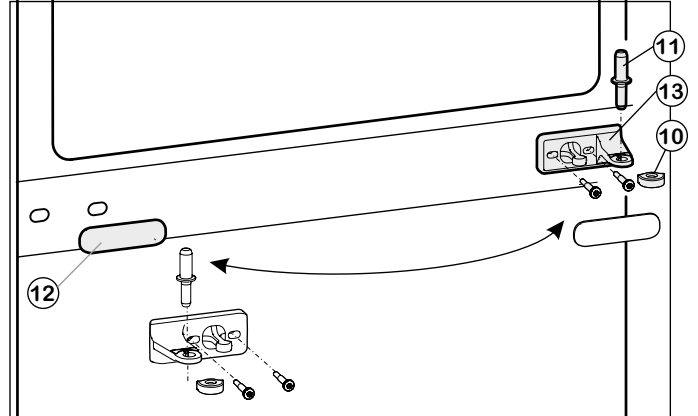
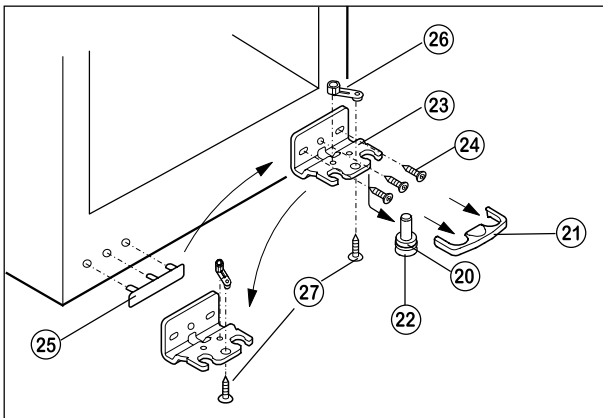

Fig. 2
Fig. 3
- Снимите пластиковый колпачок (10), рис. 2.
- Извлеките средний опорный палец (11), рис. 2.
- Снимите накладку (12), рис. 2.
- Открутите средний опорный кронштейн (13), рис. 2 и переставьте его с поворотом на 180° на новую сторону шарнира.
- Защелкните накладку (12), рис. 2 на стороне, где теперь будет ручка.
- Нижнюю крышку (21), рис. 3 снимите движением вперед.
- Извлеките опорный палец (22), рис. 3 движением вниз и вперед.
При этом следите за гнездом шарнира (20), рис. 3.
- Открутите опорный кронштейн (23), рис. 3 (3 x Torx 25), поз. (24), рис. 3.
- Открутите опорную деталь (26), рис. 3 (1 x Torx 25), поз. (27), рис. 3 и, переставив в отверстие на противоположной стороне, снова прикрутите.
- Снимите и переставьте накладку (25), рис. 3 со стороны ручки.
- Снова прикрутите опорный кронштейн (23), рис. 3 на новой стороне шарнира.
- Установите дверцу сверху на нижний опорный палец (22), рис. 3.
- Вставьте средний опорный палец (11), рис. 2 на новой стороне шарнира через средний опорный кронштейн (13), рис. 2 в нижнюю дверцу.
- Снова наденьте пластиковый колпачок (10), рис. 2 с поворотом на 180° на средний опорный кронштейн (13), рис. 2.
- Установите верхнюю дверцу на средний опорный палец (11), рис. 2.
- При необходимости выровняйте дверцы через два продольных паза в нижнем опорном кронштейне (23), рис. 3 и среднем опорном кронштейне (13), рис. 2 параллельно корпусу устройства, затем затяните винты.
- Снова защелкните крышку (21), рис. 3.